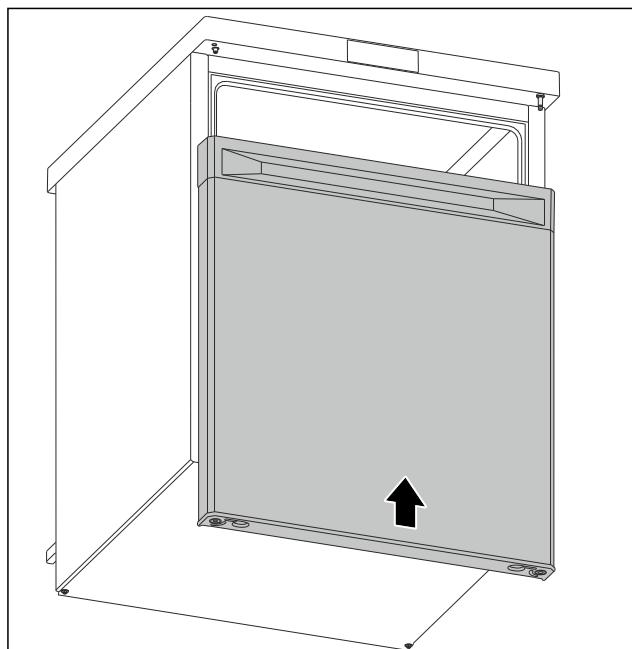

Fig. 15
- Tür im geschlossenen Zustand auf oberen Bolzen schieben. (siehe Fig. 15)